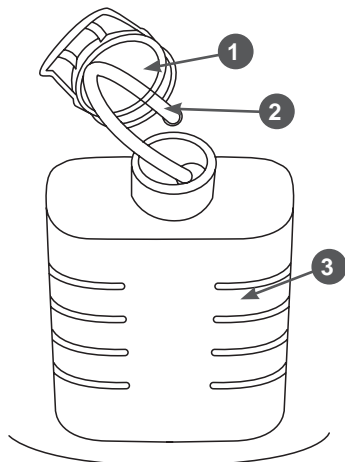

Рис. 9 Емкость для мощного средства
В аппарате установлена емкость 3 (Рис. 9) для жидкого моющего средства (шампуня).
1. Снимите крышку 1 с емкости и извлеките шланг 2 (Рис. 9).